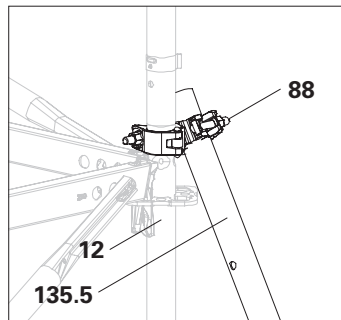

Fig. A15.05a
(Fig. A15.05a):
1. Estendere l'elemento di contrasto multiplo con un puntello per impalcatura (134) o un ulteriore tubo interno (135.5).
4. Da una posizione di lavoro sicura, montare il tubo interno con un giunto orientabile (88) sul montante verticale (12). Spingere il giunto il più vicino possibile alla rosetta e stringere. (Fig. A15.05a)